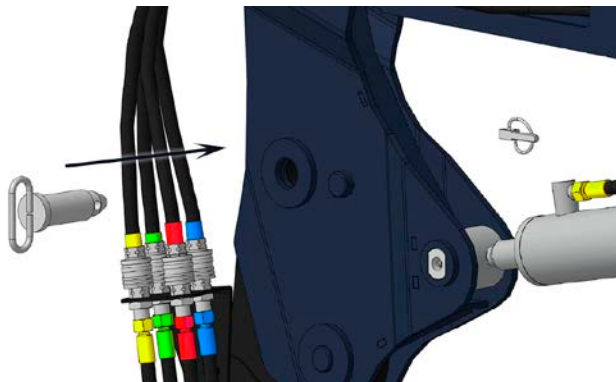

Рис. 2.11 – Вставка фиксатора (кроме Универсал Premium)
- Вставьте фиксаторы в пятки и зашплинтуйте их (рис. 2.11). Для погрузчика Premium при повороте пятки ось ручки фиксатора коснется кронштейна стойки подрамника и собьет ручку, под действием пружины палец зафиксирует пятку на стойке.